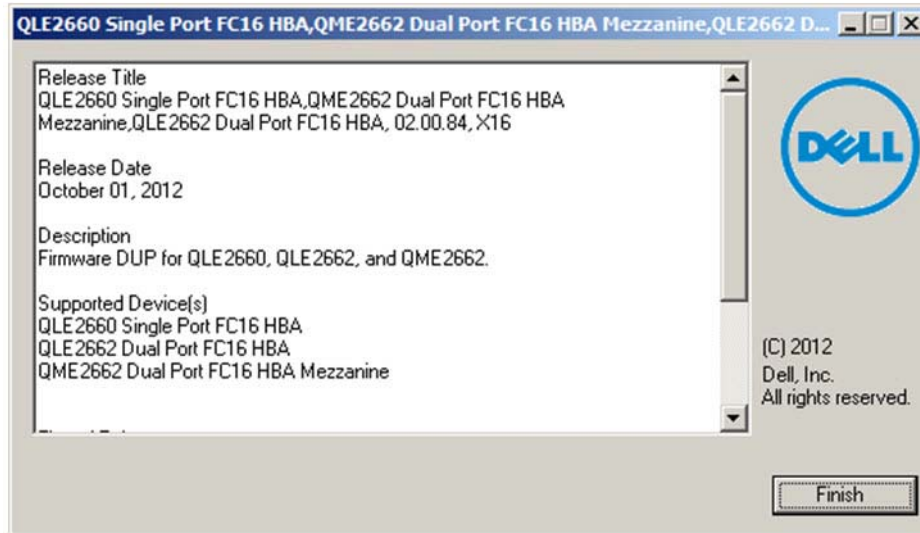

Abbildung 3-5. Fertig stellen der Installation
- Um die Installation abzuschließen, klicken Sie auf **Finish** (Fertig stellen) (Abbildung 3-5).